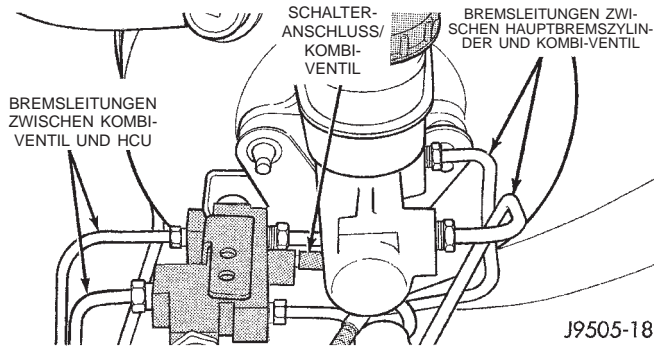
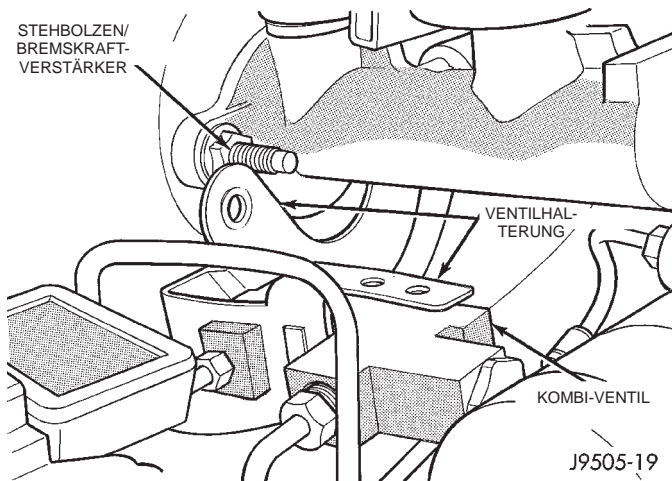

Abb. 21 Bremsleitungen/Kombi-Ventil
Abb. 22 Halterung/Kombi-Ventil
- (1) Die Bremsleitungen abmontieren, die Hauptbremszylinder und das Kombi-Ventil miteinander verbinden (Abb. 21).
- (2) Die Bremsleitungen abmontieren, die das Kombi-Ventil und HCU miteinander verbinden.
- (3) Kabel vom Schalteranschluß des Kombi-Ventils abziehen. Beim Abziehen des Steckverbinders Vorsicht walten lassen, da die Halteungen leicht beschädigt werden können, wenn sie nicht vollständig entriegelt sind.
- (4) Die Muttern lösen, mit denen die Halterung des Kombi-Ventils an den Stehbolzen des Bremskraftverstärkers befestigt ist und dann die Halterung von den Stehbolzen abziehen (Abb. 22).